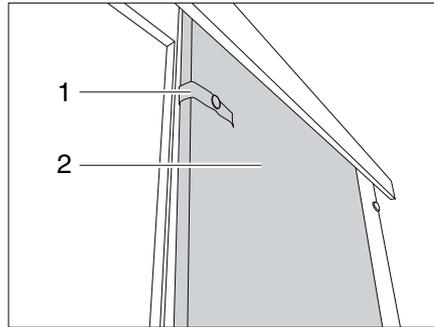

Fig. 226 Porta scorrevole
- Staccare il nastro di sicurezza (Fig. 226,1).
- Tirare la porta scorrevole (Fig. 226,2) in posizione chiusa.
- Portare la porta scorrevole (Fig. 226,2) in posizione aperta.
- Fissare la porta scorrevole con il nastro di sicurezza (Fig. 226,1).